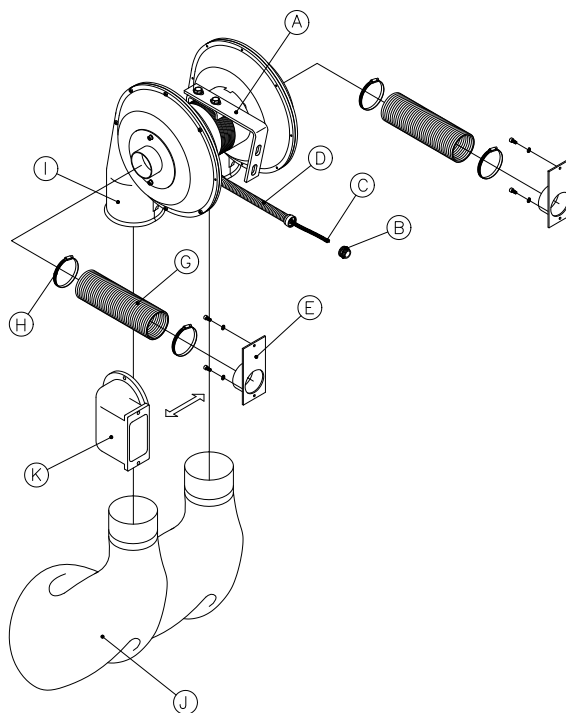

Fig.: 5.1
Før brug kontrolleres om polerskiverne (A) (se *fig.: 5.1*) er solidt skruet fast til akselen. Polerskiven skal være monteret inden drift. Polerskiven (A) skal rotere frit uden at den sidder løs.